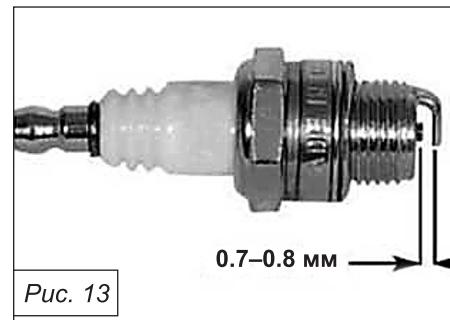

Рис. 13
- Вывернуть свечу зажигания (рис. 13).